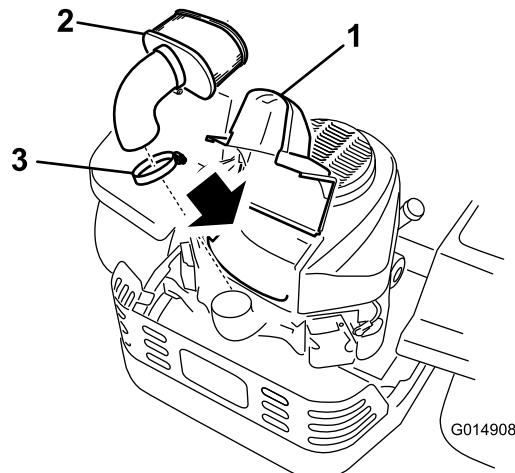

Figura 37
- Sollevate il coperchio e rimuovete la fascetta stringitubo che assicura il gruppo filtro dell'aria al motore (Figura 37).
- Allentate la fascetta stringitubo e rimuovete l'elemento di carta (Figura 37).